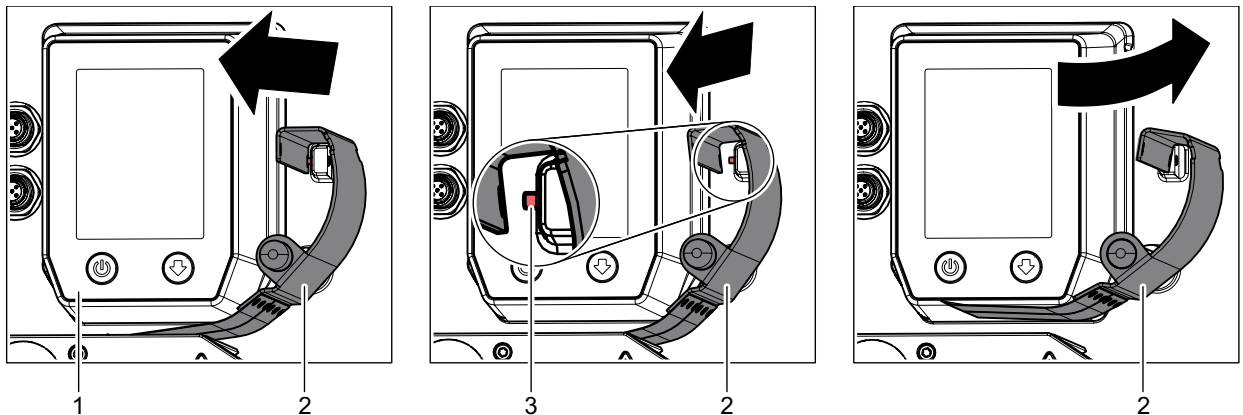

Figure 69 Déverrouillage de la tôle frein
- Pour desserrer l'axe d'enroulement (5), maintenir le plateau enrouleur (1) et tourner le bouton de réglage (4) dans le sens horaire.
- Placer la matière (3), comme illustré, sur l'axe d'enroulement (5) et la faire passer sous au moins une bride (2).
- Pour serrer l'axe d'enroulement (5) et fixer la matière (3), maintenir le plateau enrouleur (1) et tourner le bouton de réglage (4) dans le sens antihoraire.
- Basculer et enclencher la tôle frein (▷ Figure 69/2).